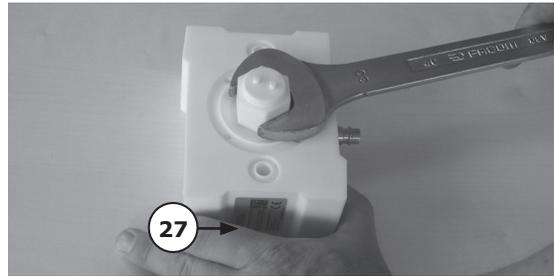

Figure 11
Dévissez les deux capuchons de la vanne d'air (27) en utilisant l'outil spécial (voir Figure 11). Retirez la vanne principale et la tige de la vanne d'air (l'axe de vanne d'air pas pour les pompes VA-P08 et VA-P10).
Retirez les capuchons des extrémités, la vanne principale et l'axe de la vanne d'air (27). Vissez un capuchon d'extrémité pour qu'il affleure dans le corps central (01) en utilisant l'outil spécial (voir Figure 11). Mettez 1 des six joints toriques de corps de vanne d'air faisant partie de (27) dans le capuchon d'extrémité.
Placez le dernier joint torique de la vanne d'air au-dessus et vissez le second capuchon pour qu'il soit en affleurement avec le corps central à l'aide de l'outil spécial (voir Figure 11).